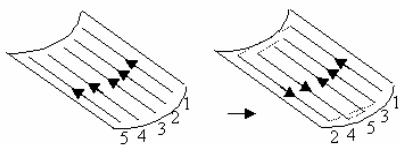

图 2-229 由外向内
- **【由外向内】**：刀具路径段由曲面外向曲面内加工，如图 2-229 所示。